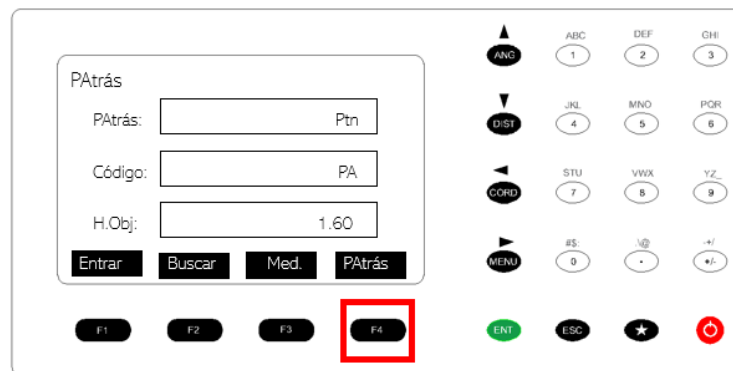

Figura 121. Orientación de la estación total con respecto a un punto conocido.
27. Presionar el botón F4. PÁtrás. Figura 121.